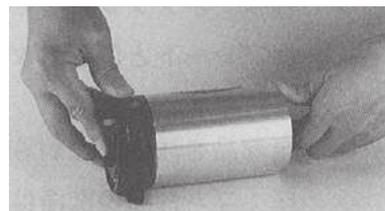

Fig.43
- ⑪ a) ⑩まで組み立ての終わったAss'y品のピストン側へボンネットRをはめ込む。
b) ボンネットRの空気口を指で軽く塞ぎながらBFダイヤフラムRがボンネットRのストッパーに当たるまで、ゆっくり押し込む。(Fig.43)